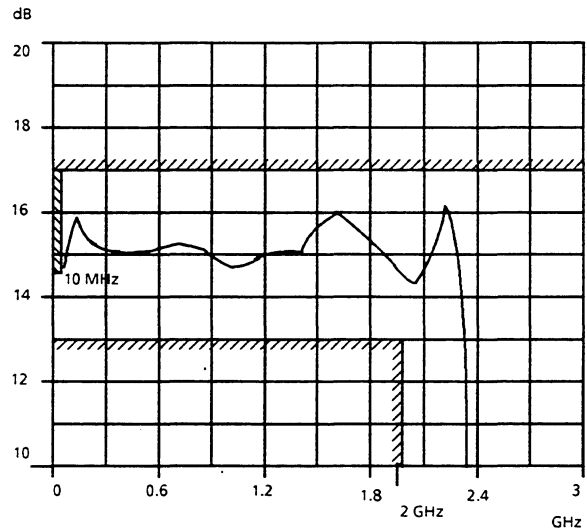

Bild 5-2 $|S_{21}|$ typische Kurve und Toleranzfeld
- $|S_{21}|$ und $|S_{11}|$ nach Bild 5-2 und 5-3 prüfen.